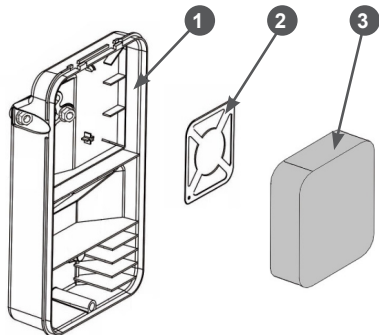

Рис. 18 Обслуживание воздушного фильтра
2. Извлеките из корпуса 1 фильтрующий элемент 3 и сепаратор 2 (Рис. 18).